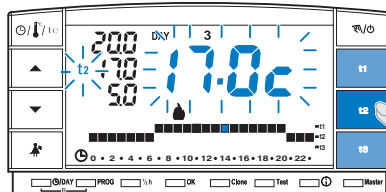

fig. 20
- Pulsar la tecla ( **t1** o **t2** o **t3** ) correspondiente al set de temperatura que se desea modificar: el correspondiente índice de temperatura (**t1** o **t2** o **t3**) y las cifras centrales grandes parpadean (las cifras centrales grandes parpadeantes indicarán la temperatura de set configurada) (fig. 20).